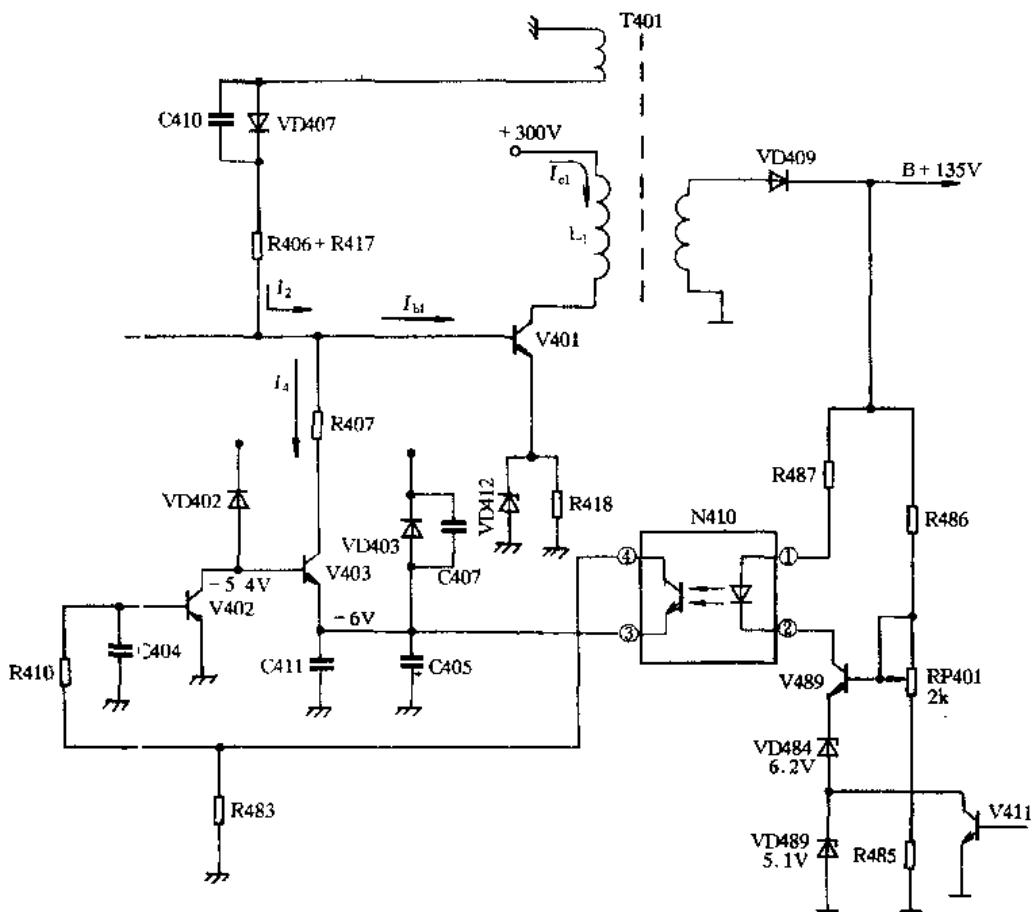

图 1-3 稳压系统原理电路
具体的稳压电路(参见图 1-3)，从次级 B+ 通过 R486、RP401、R485 取样网络的 RP401 中点电压为取样放大管 V489 的基极电压，V489 的射极接 VD484 串 VD489 得 11.3V 的稳定电压，集电极通过 N410② ~ ①(内部为发光二极管)脚、R487 接 B+。N410①脚到②脚的电位差正常值为 1.0V 左右。当某种原因使 B+ 电压升高时：B+ ↑ → V489 基极电压 ↑ → b-e 间电位差 ↑ → I_{c489} ↑ → U_{c489} ↓ → 通过发光二极管的电流 ↑ → 发光二极管光强 ↑ → N410④ ~ ③脚等效电阻 r_{ce} ↓ → V402 基极电压 ↓ → V402 集电极电流 ↑ (V402 为 PNP 管) → V403 基极电流 ↑ → V403 集电极电流 ↑ → (V403 的 r_{ce} 减小) 即 I_4 ↑ → I_{b1} ↓ → V401 饱和导通时间 ↓ → T401 原方(初级)储能 ↓ → B+ ↓。